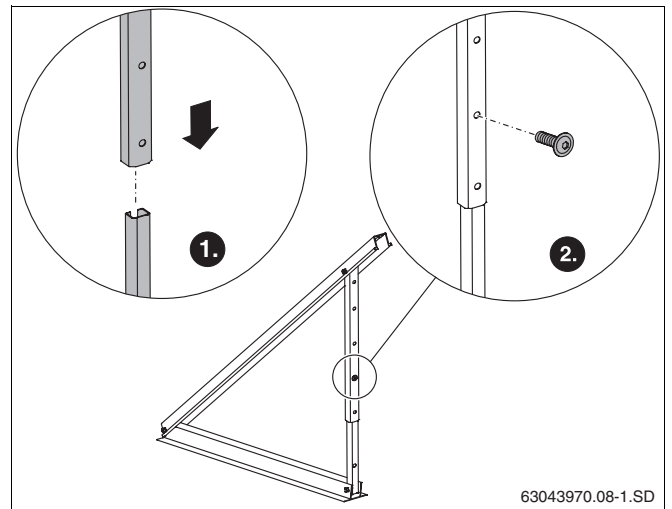

Fig. 11 Acoplamiento de las guías telescópicas
- ▶ Encaje entre sí las guías telescópicas y fíjelas con el tornillo M8 x 20 (fig. 11).